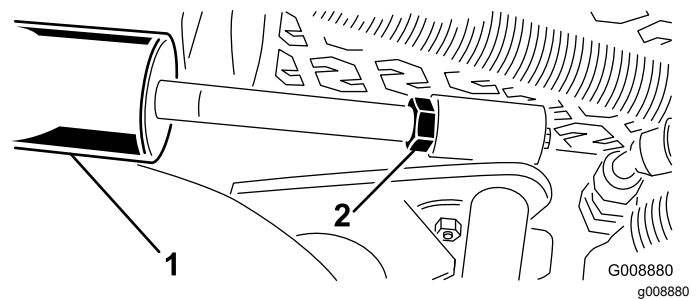

Figura 31
1. Afrouxe a contraporca do cilindro de elevação (Figura 31).